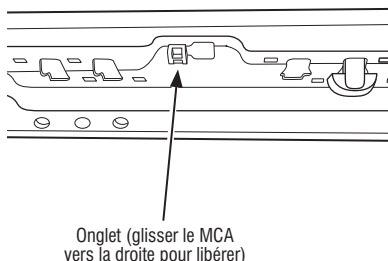

Figure 10 - Libérer l'onglet du MCA du cadre
- Module de commande de l'appareil (MCA) – Module de commande de l'appareil (MCA) – Déposer doucement la laveuse sur son côté droit (placer un 2 x 4 ou un objet semblable sur le plancher avant de déposer la laveuse sur son côté pour surélever légèrement cette dernière. Il sera ainsi plus facile de la relever). Enlever les vis du MCA situées à l'arrière du cadre de la laveuse en utilisant un tournevis à douille hexagonale de 7 mm. Glisser le MCA vers la droite (vers les amortisseurs) et libérer l'onglet du MCA de la fente pour le MCA située dans le cadre de la laveuse (voir Figure 10). Sortir le MCA de la laveuse. S'assurer que les ressorts de suspension restent en place lorsque la laveuse est redressée.